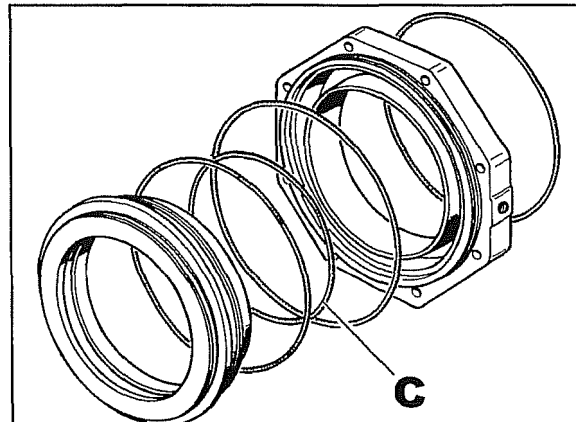

Fig. 30
La fig. 30 mostra in dettaglio cilindro, pistone e relativi anelli di tenuta.
- Nel rimontaggio del pistone nel cilindro, porre particolare attenzione che l'anello **C** fig. 30 di tenuta sul diametro interno, rimanga in sede durante l'operazione.